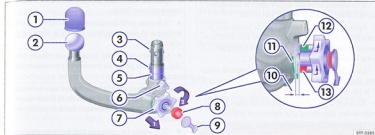

Fig. 82 Vue d'ensemble : boule amovible du dispositif d'attelage.
Légende de la fig. 82 :
- Appuyez vigoureusement sur la boule vers le haut jusqu'à ce qu'elle s'enclenche. Les deux centreurs ⇒ page 119, fig. 82 **C** doivent s'engager dans leurs logements sur le véhicule.
- Retirez le capuchon ⇒ page 119, fig. 82 **C** de la serrure au niveau de la molette.